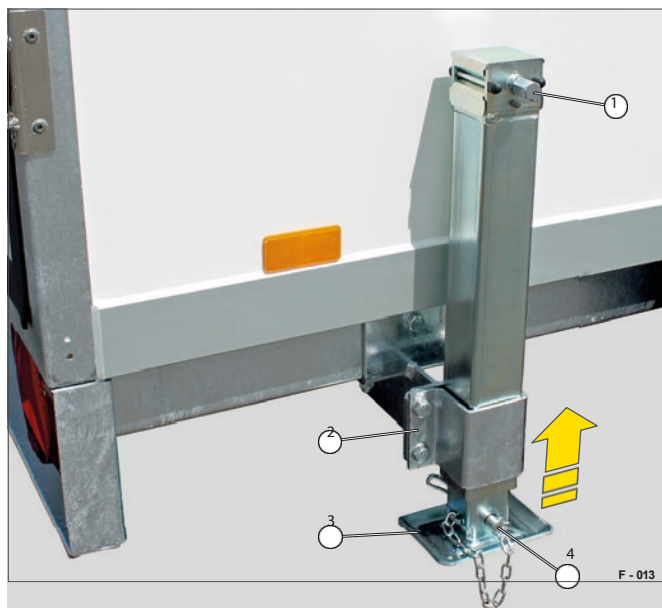

Fig. 12 Suporte da manivela telescópica na posição de deslocação
► Antes da deslocação, verificar se o pé nivelador (Fig. 12/3) de todos os suportes está completamente recolhido e fixado com a cavilha de bloqueio e o suporte (Fig. 7/4).
► Colocar a manivela na fixação da manivela (Fig. 12/3).